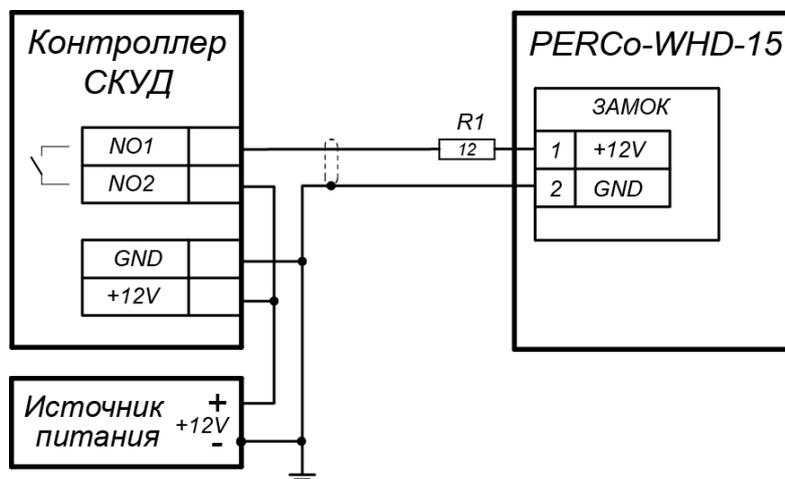

Рисунок 4. Рекомендованная схема подключения электромеханического замка калитки к контроллеру СКУД
7. При работе калитки в составе СКУД подключите ИП и контроллер СКУД к электромеханическому замку калитки (см. рис. 4). Рекомендуется использовать ИП переменного или постоянного тока с напряжением питания $12\text{ В} / 3\text{ А}$.
Длительность управляющего сигнала от контроллера СКУД должна быть не менее 0,5, но не более 1 секунды. Подача управляющего сигнала большей длительности может привести к выходу замка из строя. Для снижения вероятности выхода замка из строя (ограничения тока в цепи питания замка) рекомендуется устанавливать резистор **R1** (см. рис. 4) номиналом 12 Ом (10 Вт).